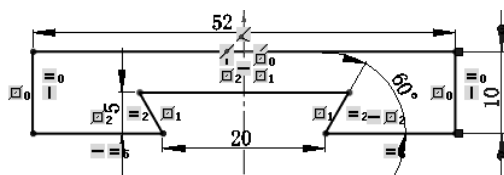

图 5.1.11 修改尺寸
④ 修改尺寸。将尺寸修改为设计要求的尺寸，如图 5.1.11 所示。其操作提示与注意事项如下。